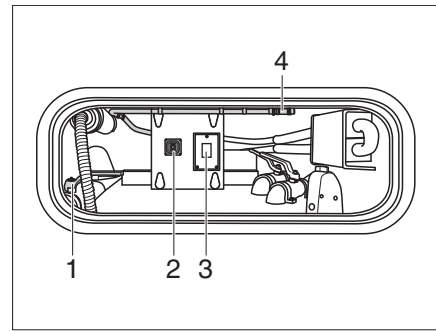

Bild 360 Kassette Zerhackertoilette spülen (Ansicht in Staukasten)
- Entleerungshahn (Bild 360,1) öffnen.
- Schalter (Bild 360,3) drücken.
- Schalter (Bild 360,2) für die Entleerungspumpe betätigen.
- Schlauch zur Tankreinigung (Bild 360,4) im Staukasten aushängen und an einen Wasseranschluss anschließen.
- Nach der Spülung Wasseranschluss abnehmen und Schlauch zur Tankreinigung (Bild 360,4) verstauen.
- Entleerungshahn (Bild 360,1) schließen.